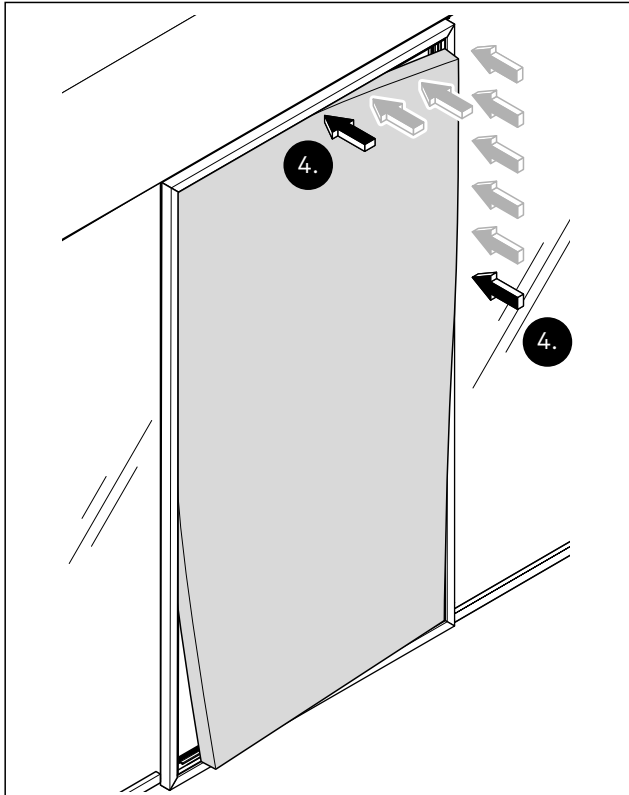

Abb. 40 Den Gummikeder oben rechts von der Mitte zur Ecke in die Nut drücken
4. Den Gummikeder unten rechts von der Mitte der Profelseiten ausgehend bis zur Ecke in die Nut drücken (Abb. 40).